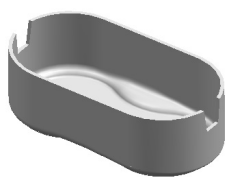
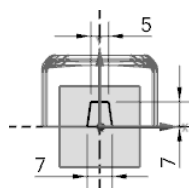

图 8.2.11 拉伸特征 3
图 8.2.12 截面草图
Step8. 创建图 8.2.11 所示的零件特征——拉伸 3。选取 **插入(S)** → **设计特征(F)** → **拉伸(E)** 命令（或单击 按钮），系统弹出“拉伸”对话框。选取基准平面 YZ 为草图平面，绘制图 8.2.12 所示的截面草图。在 **指定矢量** 下拉列表中选择 **XC** 选项；在 **限制** 区域的 **开始** 下拉列表框中选取 **贯通** 选项，在 **限制** 区域的 **结束** 下拉列表框中选取 **贯通** 选项，在 **布尔** 区域的下拉列表框中选取 **求差** 选项，采用系统默认的求差对象。单击 **确定** 按钮。